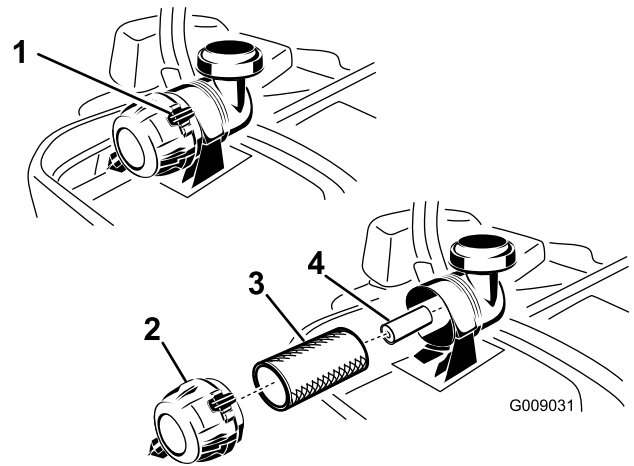

Figura 52
3. Presione hacia abajo para abrir los enganches del limpiador de aire y tire de la tapa de la entrada de aire para separarla del cuerpo del limpiador de aire (Figura 52).
5. Extraiga con cuidado el filtro primario de la carcasa del limpiador de aire (Figura 52). Evite golpear el filtro contra el lado de la carcasa.
1. No limpie el filtro de papel, cámbielo (Figura 52).
- Si va a cambiar el filtro secundario, deslícelo cuidadosamente en el cuerpo del filtro (Figura 52).
- Deslice cuidadosamente el filtro primario por encima del filtro secundario (Figura 52).
- Instale la tapa del limpiador de aire y gírela hasta que los enganches la bloqueen en su sitio (Figura 52).